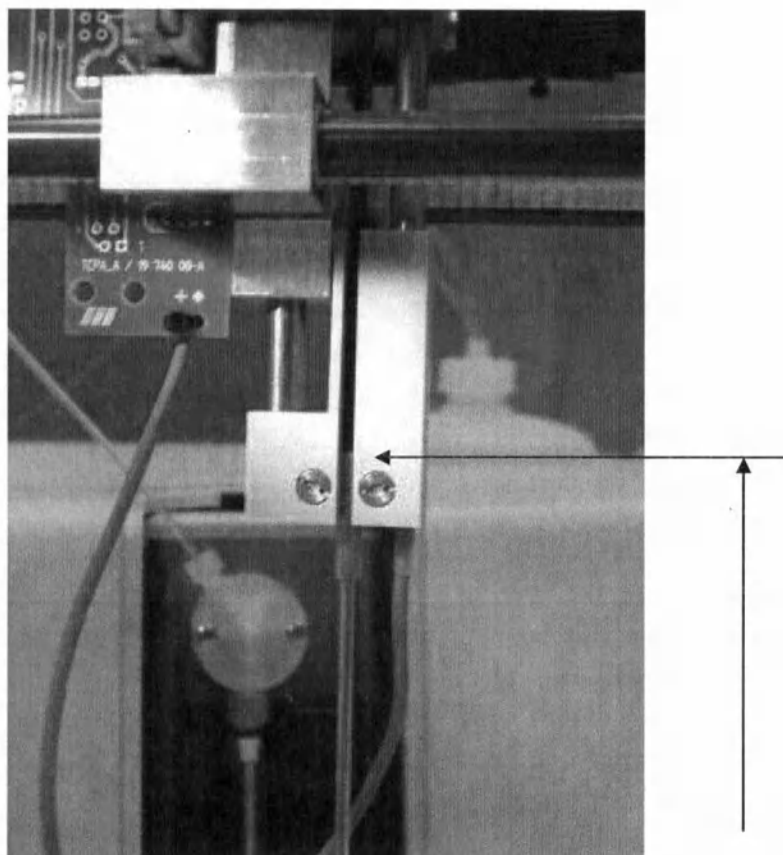

Рис. 5.12 Установка игл
- 3) Затем поднимите вертикальную часть пипетки до максимума (рис. 5.12)
- 4) Поместите прозрачную часть трубки в желобок и поднимайте трубку до тех пор, пока металлическая часть иглы не придет в положение «металл к металлу» (рис. 5.12)